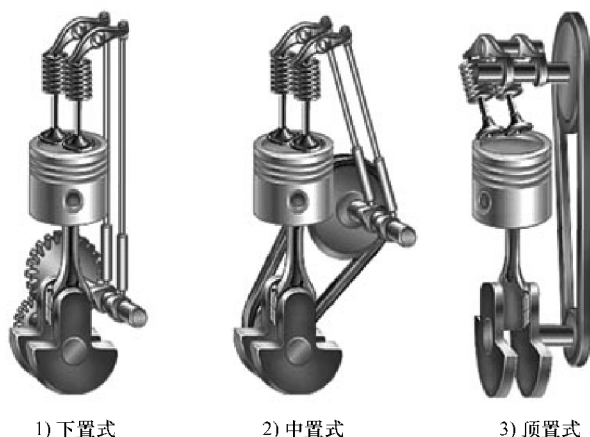

图 10-4 凸轮轴的布置方式
2) 按照凸轮轴布置形式的不同可分为下置式、中置式和顶置式，如图 10-4 所示。现在的汽油发动机通常采用顶置式凸轮轴，以简化配气结构，减轻发动机重量，同时提高气门传动效率，降低发动机工作噪声。